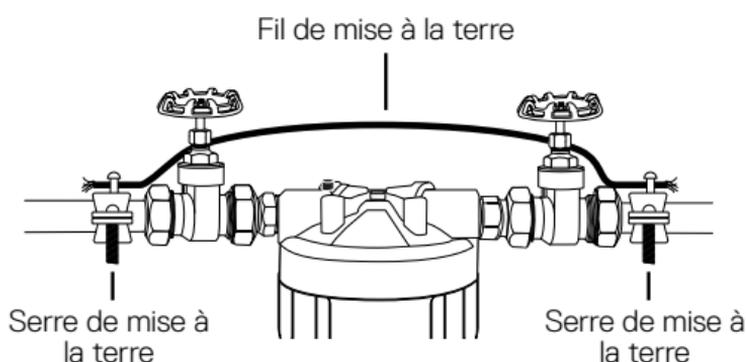

Figure 3
5. Pour une installation sur une tuyauterie métallique :Installez une serre de mise à la terre sur la section de conduite d'eau entrante en métal et une sur la section de conduite en métal d'eau sortante. Assurez-vous que la tête du filtre, les raccords et les soupapes sont entre les deux serres de mise à la terre. (voir la Figure 3)